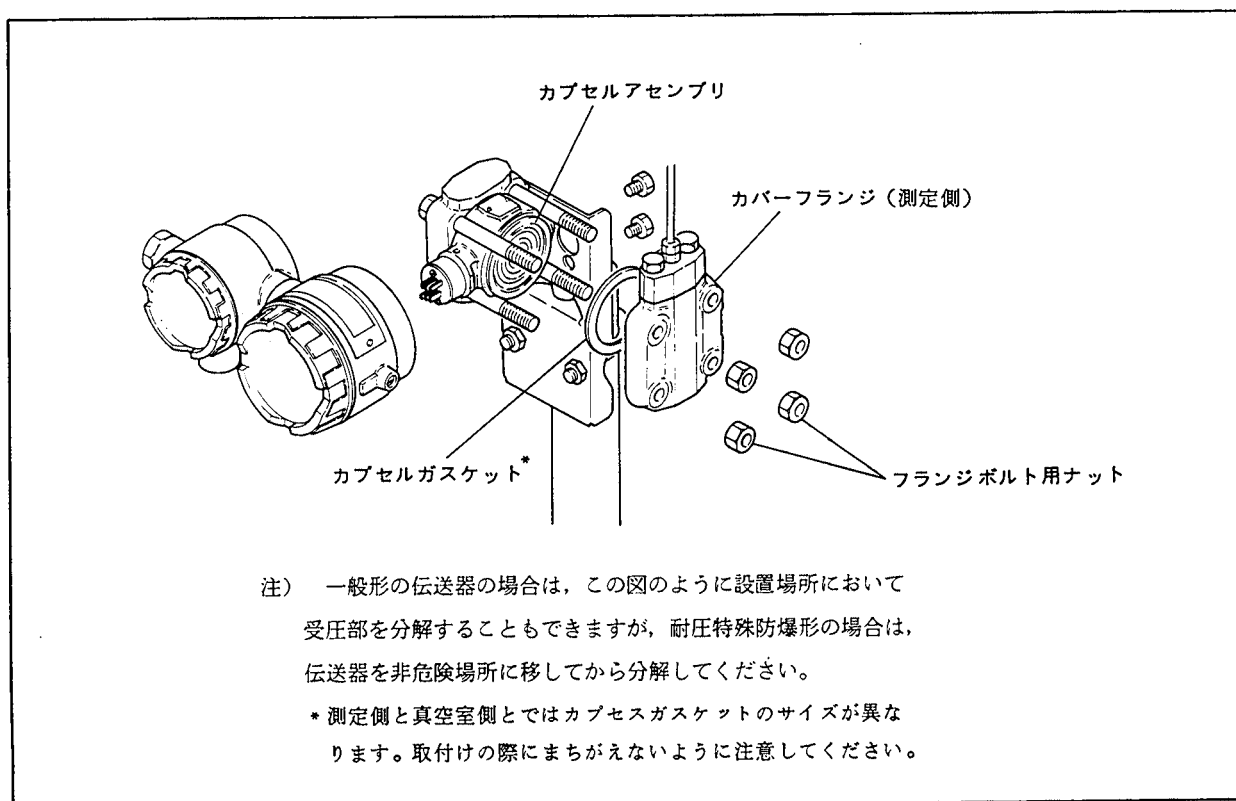

図6.7 受圧部の分解図
- (8) 4個のフランジボルト用ナットを取りはずします (図6.7参照)。フランジボルトははずさないでください。
- (9) カプセルアセンブリを手で保持しながら、測定側のカバーフランジを取りはずします。
- (10) カプセルアセンブリを取りはずします。
- (11) カプセルアセンブリを清掃する場合には以下の点に注意してください。
- (12) 組立てる場合は、カプセルアセンブリの位置関係
- (13) カバーフランジを取付け、4個のフランジボルト用ナットをトルクレンチを使用し65 N・m (6.5 kgf・m)のトルクで均一に締付けます。
- (14) 高圧側カバーフランジを取付用ブラケットに2本のボルトで取付けます。